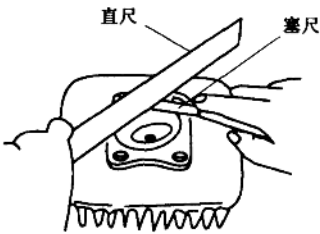
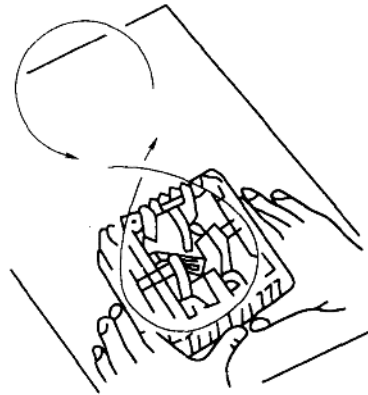

图 1-7 检查气缸盖底面平面度
图 1-8 气缸盖底面研磨方法
(1)气缸盖底面平面度的检查与修理。气缸盖在高温、高压下长时间工作可能产生变形,气缸盖底面平面度一旦超出规定的极限值(0.1mm),会造成与气缸体接合后密封不严,影响发动机的正常运转。用直尺靠在气缸盖底面上,再用塞尺测量直尺与气缸盖底面的间隙(图1-7)。若测量值超过气缸盖变形极限值,则用细砂纸放在平板上,按图1-8所示方法进行研磨,边磨边检查。磨平后一定要清洗干净。